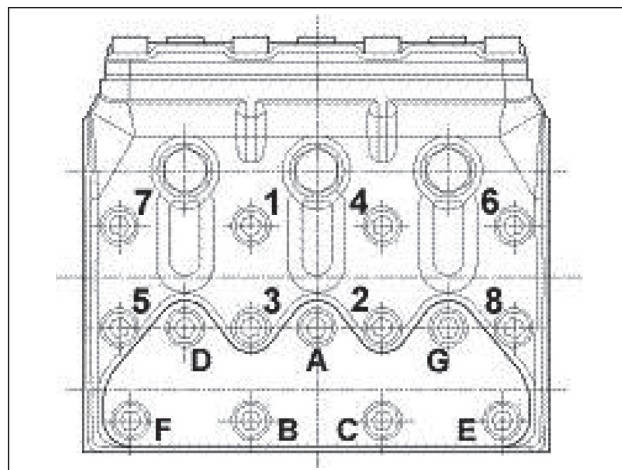

Fig. 24
- ** Les vis de fixation de la culasse doivent être serrées à l'aide d'une clé dynamométrique en lubrifiant la sous-tête en respectant l'ordre de Fig. 24.
- *** Les vis de fixation des couvercles de soupapes doivent être serrées à l'aide d'une clé dynamométrique en lubrifiant la sous-tête en respectant l'ordre de Fig. 24.